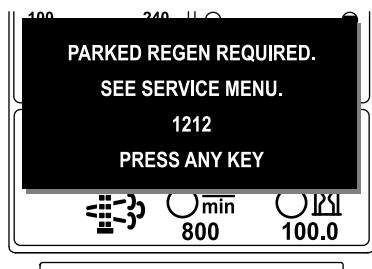

Figure 18
- ADVISORY #1212 (avis n° 188), demande de régénération en stationnement, affiché (Figure 18)